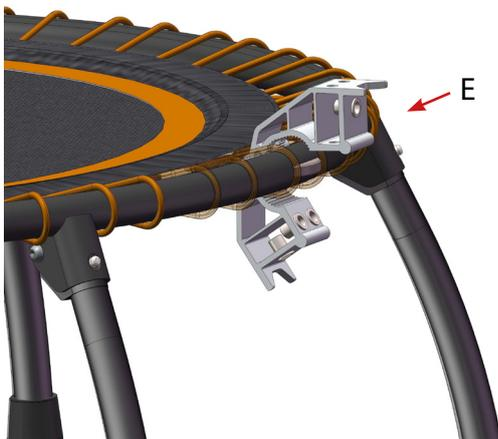
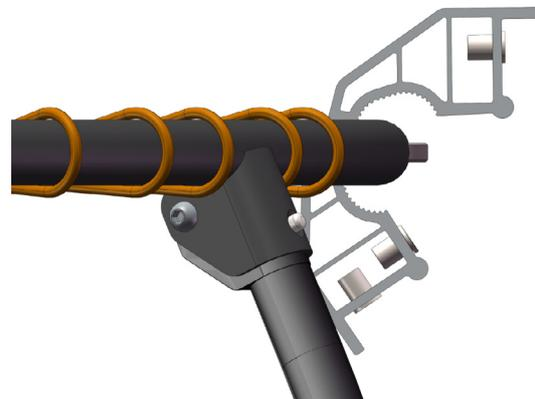

Abb. 5
Abb. 6
1. Platzieren Sie die Klemme (E) an der Position des Stoppers am Rahmen des Trampolins (siehe Abb. 5 und Abb. 6).